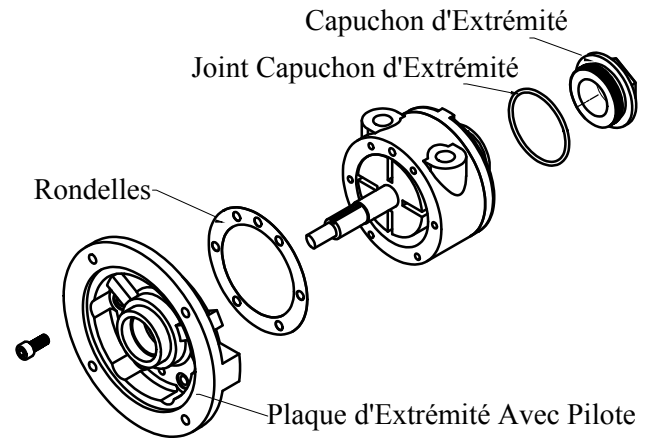

Fig. 1
- Utilisez la clé de la bonne taille pour retirer délicatement l'embout du moteur avec le couple d'environ 25lb-pied. Et puis, retirez le joint d'embout. Reportez-vous sur la figure .1.
- Retirez le plateau final du drive. Reportez-vous sur la figure .1.